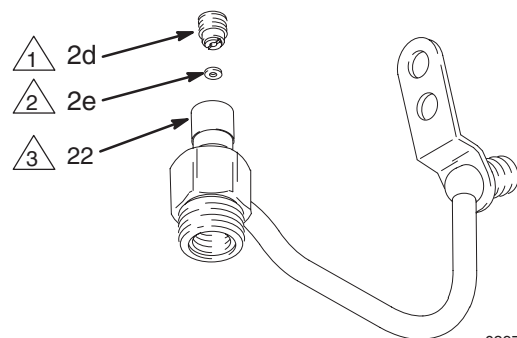

Fig. 13 03975
1. Et tyndt lag smøremiddel påføres væskekammerets indvendige hulrum (22). Den lille pakning (2e) monteres, så læberne vender ind i væskekammerets hulrum. Derefter monteres pakningsholderen (2d) og tilspændes med et moment på 3,4–4,5 N.m. Se Fig. 13.